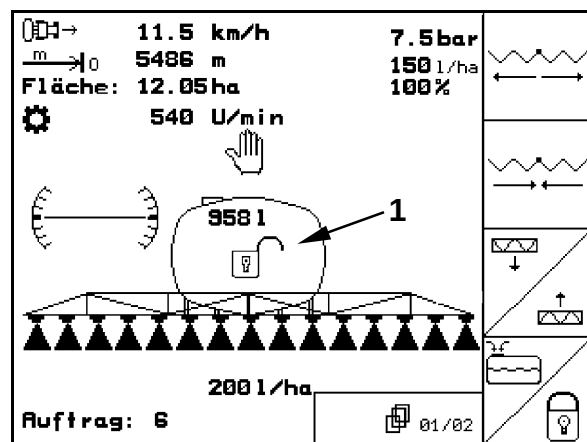

Fig. 136
- En el menú Trabajo aparece el símbolo del candado abierto (Fig. 136/1) con la compensación de oscilaciones desbloqueada.